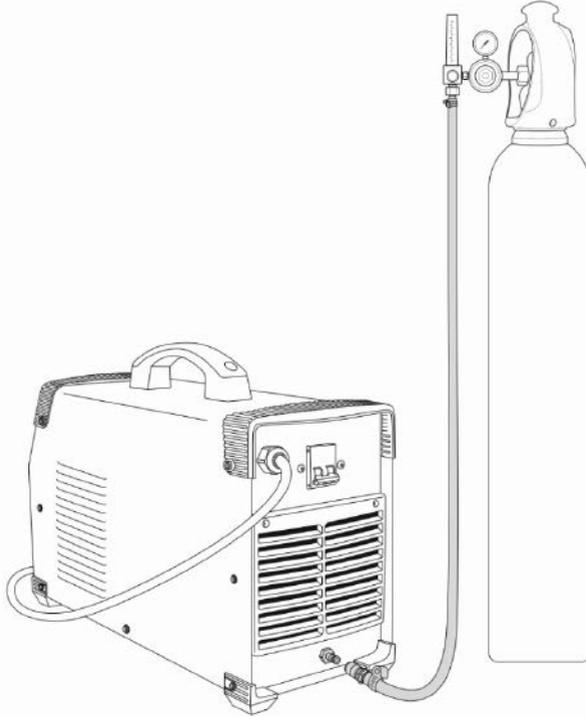

Рис. 8.0.3. Подключение защитного газа.
1. Подсоедините газовый рукав к газовому разъёму аппарата и к регулятору расхода газа присоединённому к баллону. При подключении баллон и регулятор расхода газа должны быть закрыты. Система газоснабжения, состоящая из газового баллона, регулятора расхода защитного газа и газового рукава должна иметь плотные соединения (используйте винтовые хомуты), чтобы обеспечить надёжную подачу газа и защиту сварочного шва (см. рис. 8.0.3).